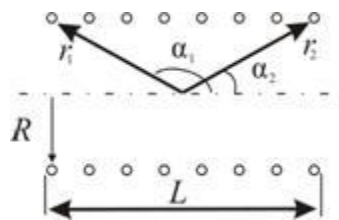

Рис. 4
- В произвольной точке конечного соленоида (рис. 4) магнитную индукцию можно найти по формуле